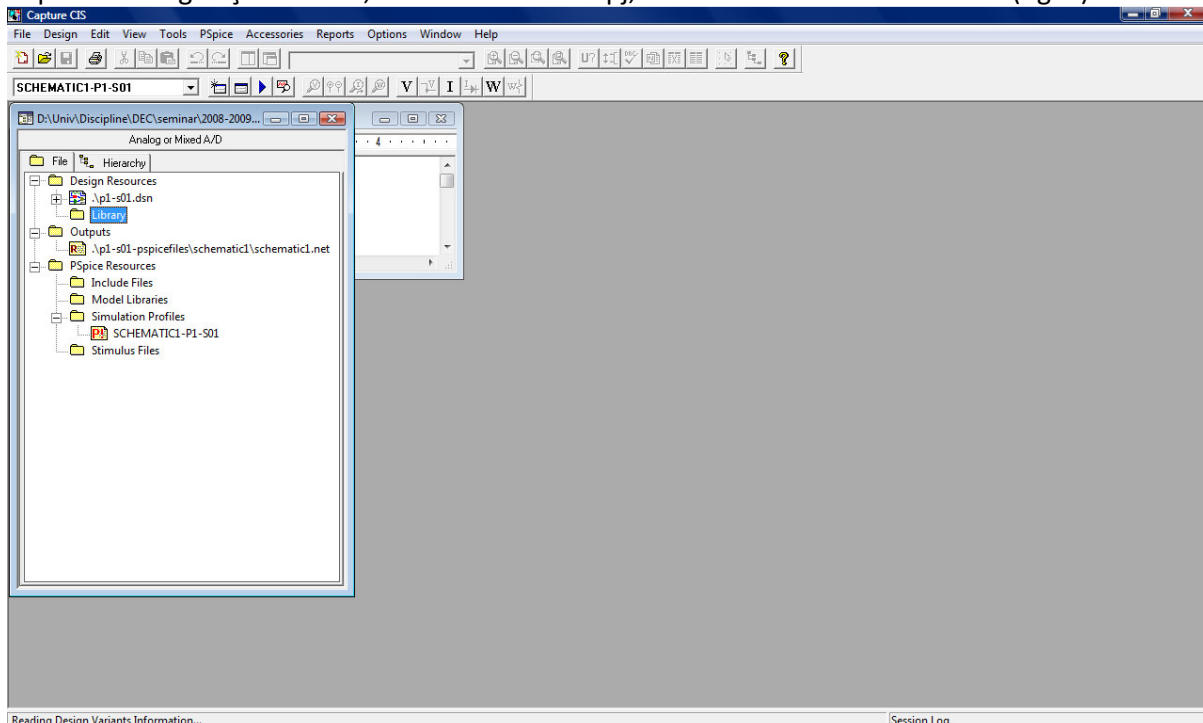
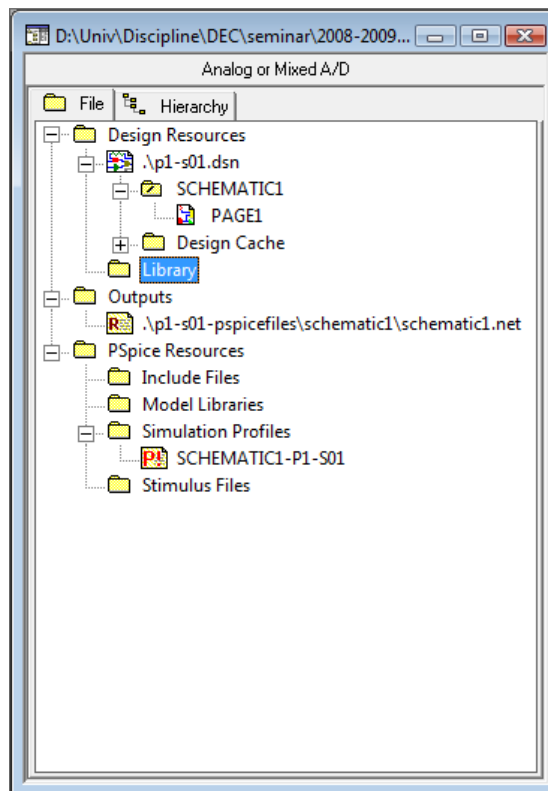

Fig. 5.
Fig. 6.
După ce se alege fișierul dorit, având extensia *.opj, se deschid mai multe ferestre (fig. 5):
- În fereastra mică din stânga fig. 5 se expandează folder-ul **.\p1-s01.dsn**, apoi folder-ul **SCHEMATIC1** și se face dublu clic pagina dorită, în acest exemplu **PAGE1** (fig. 6).
- În fereastra situată imediat sub cea vizualizată în fig. 6 apare schema desenată într-o sesiune de lucru anterioară și se pot face editările dorite.